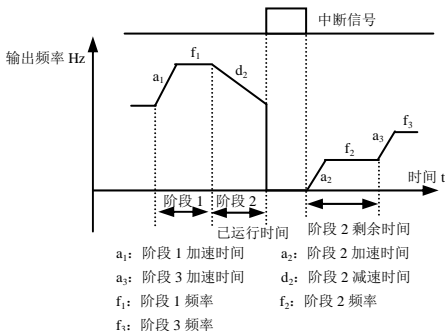

图 6-25 PLC 起动方式 1
**1：从中断时刻的阶段频率继续运行**.由停机命令或故障引起的运行中停机，变频器自动记录当前阶段已运行的时间，再起动机后自动进入该阶段，以该阶段定义的频率继续剩余时间的运行，如图 6-25。如掉电，再起动机变频器将从第一段重新开始运行。